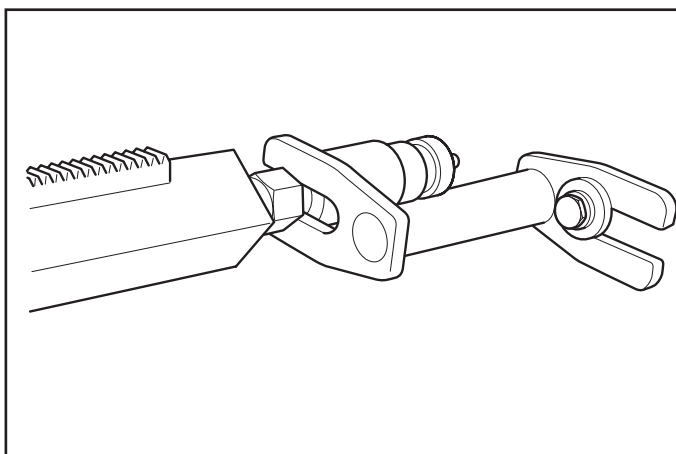

Рис.6
- Чтобы жестче закрепить сверлильную колонку, можно использовать спец. кронштейн (опция). (Рис. 6). Кронштейн устанавливается на анкер напротив упора сверлильной колонки и закрепляется на упоре стопорной гайкой ключом 30 мм.